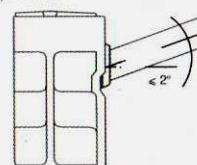

рис.1
- 5 Подключение радиатора к системе отопления. Радиатор подключается к трубопроводам с помощью специальных гаек-переходников. **ВО ИЗБЕЖАНИЕ АВАРИИ ДОПУСТИМО ОТКЛОНение ОСИ КОЛЛЕКТОРА РАДИАТОРА ОТ ПОДВОДЯЩИХ ТРУБ НЕ БОЛЕЕ 2° (рис.1)**